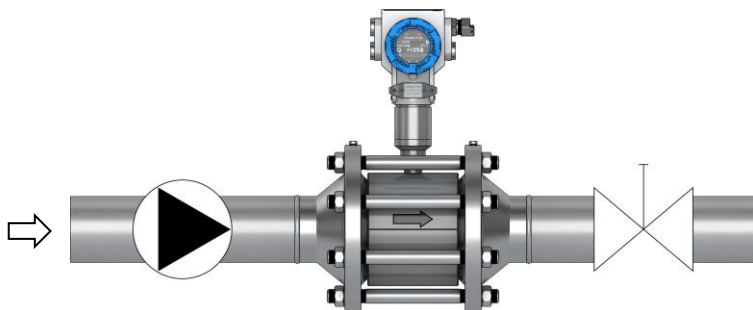

Рисунок 3.5 - Монтаж расходомера (запорный клапан в трубопроводе)
3.1.4.6 Запорный клапан в трубопроводе должен быть расположен после расходомера по ходу движения жидкости с целью исключения возможного вакуумирования прибора. Задвижка, открытая не полностью, должна располагаться на расстоянии не менее 20 DN от расходомера (рисунок 3.5).